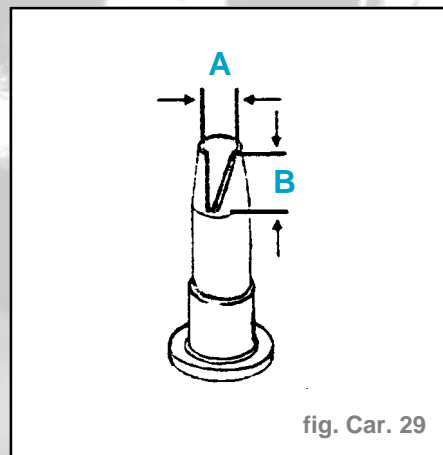

fig. Car. 29
- Couper la buse comme indiqué : (fig. Car 29)
**Remarque :** Le centre (2) du joint (1) et la lunette arrière sont repérés.
- Couper la buse comme indiqué (fig. Car. 29)
- (A) **8 mm**
- (B) **10 mm**